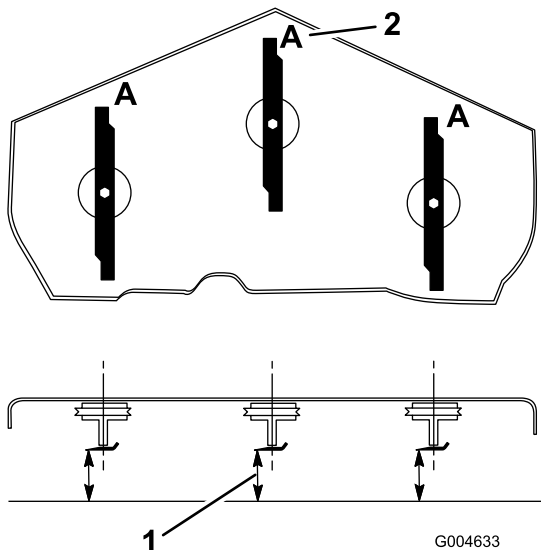

Figure 74
- Tournez les lames dans le sens longitudinal (Figure 74). Mesurez la distance entre la surface plane et le tranchant (position **A**) des lames (Figure 74). Notez cette valeur.